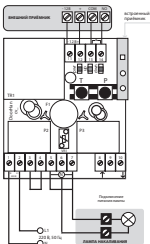

Рис. 2. Пример схемы подключения освещения, и внешнего радиоуправления к DoorHan CV01
3. Выполните электрическое подключение согласно схеме (рис. 2, 3).
Назначение контактов (рис. 2, 3)